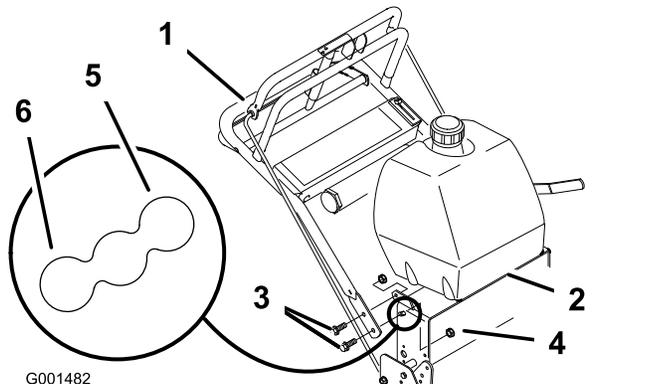

Figure 20
2. Desserrez les boulons à embase supérieurs (3/8 x 1 po) et l'écrou à embase (3/8 po) qui fixent la poignée au cadre arrière (Figure 20).
3. Enlevez les boulons à embase inférieurs (3/8 x 1 po) et les écrous à embase (3/8 po) qui fixent la poignée au cadre arrière (Figure 20).